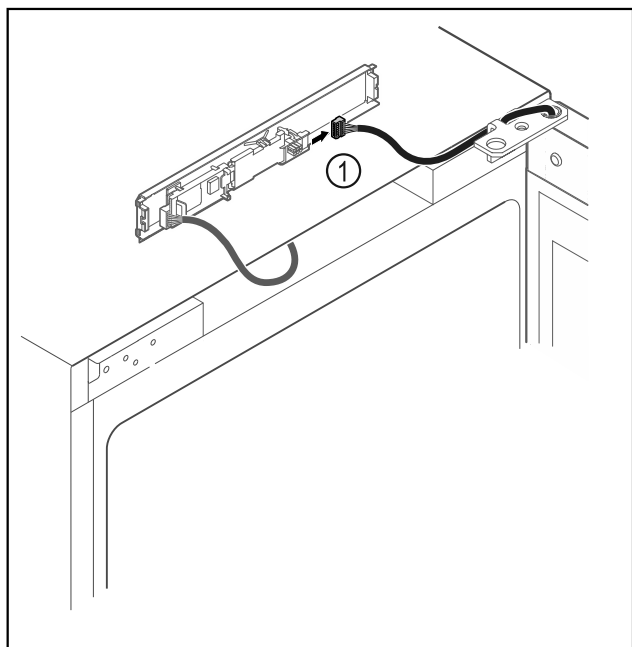

Fig. 13
- Wtyczkę Fig. 13 (1) należy odłączyć od płytki drukowanej.